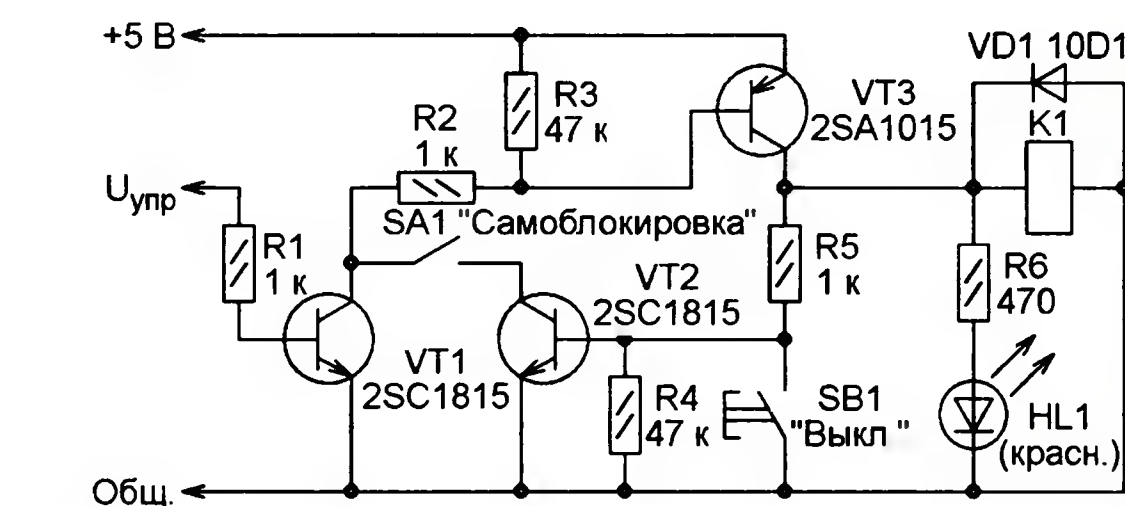

Рис. 8
**Отключаемая блокировка реле в сработавшем состоянии (рис. 8 <[http://www.kansai-event.com/kinomayoi/img\\_D/D\\_img\\_20090505\\_03\\_L.gif](http://www.kansai-event.com/kinomayoi/img_D/D_img_20090505_03_L.gif)>).** Если выключатель SA1 разомкнут, реле K1 будет оставаться сработавшим, только пока управля-